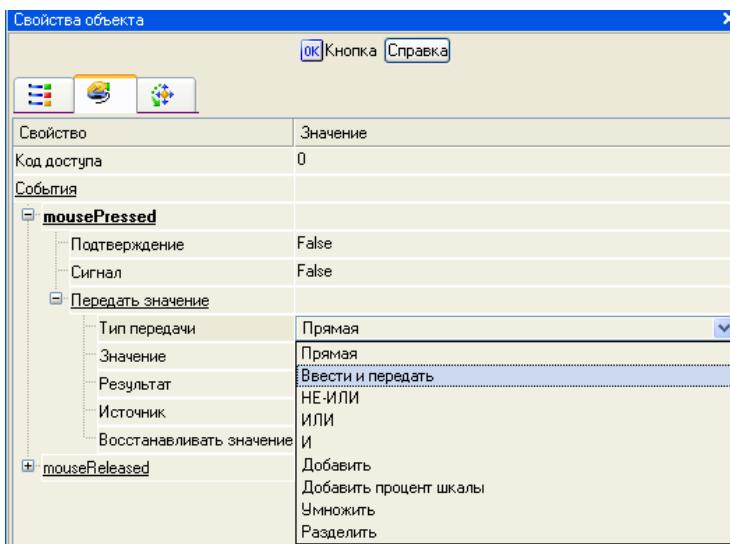

Рис. 4.4
4.4.2.4. У меню настройок вибраної команди в полі, що розкрилося, **Тип передачі** вибрати із списку **Ввести і передати** (див. рис. 4.4):